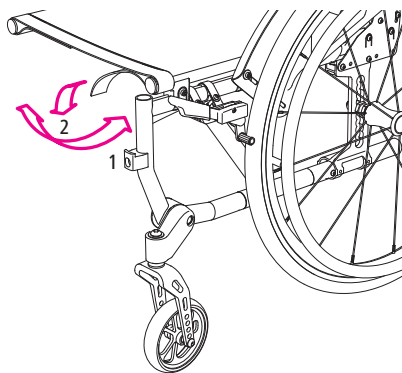

Рис.10
1. Спочатку розстібніть застібку-липучку ременя знизу на передній частині подушки сидіння (1, рис. 10), а потім зніміть ремінь з бічних трубок сидіння.
2. Тепер ви можете відвести ремінь назад під сидіння (2, рис. 10). При цьому глибина сидіння зменшиться на 30 мм.